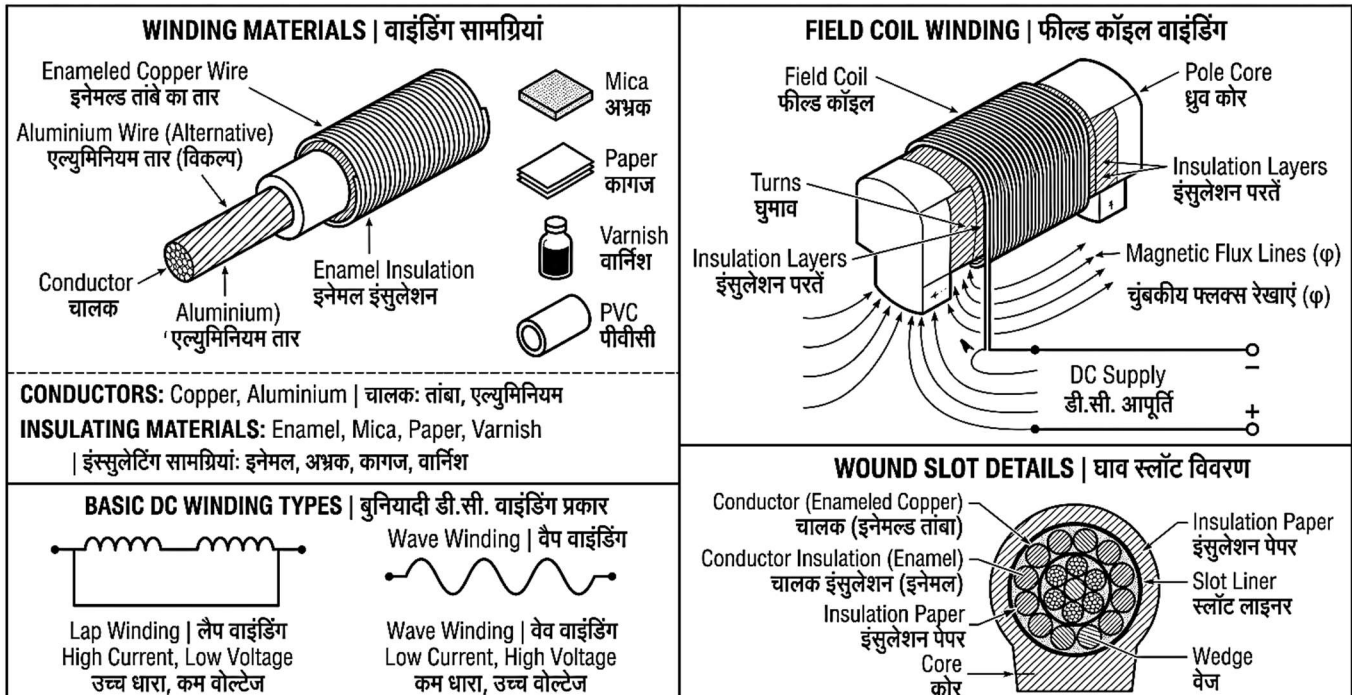

Fig. 2.5: Materials Used for Winding and Field Coil Winding in DC Machines | डी.सी. मशीनों में वाइंडिंग के लिए प्रयुक्त सामग्री एवं फील्ड कॉइल वाइंडिंग
2.5.1 Introduction (Fig. 2.5)
2.5.1 परिचय (Fig. 2.5)